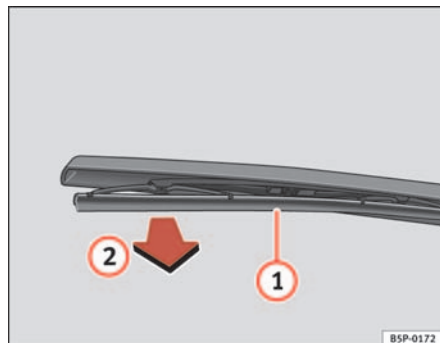

Abb. 160 Scheibenwischerblatt hinten auswechseln
⇒ Abb. 160
- Hängen Sie das Wischerblatt ① aus und ziehen Sie es heraus
② ⇒ Abb. 160.